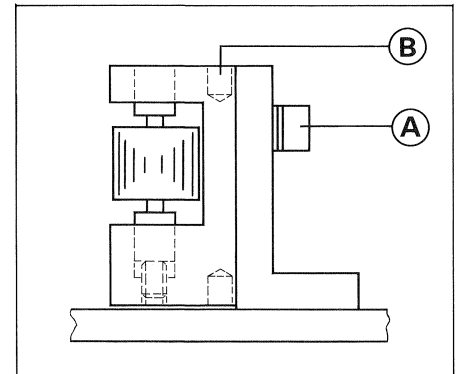
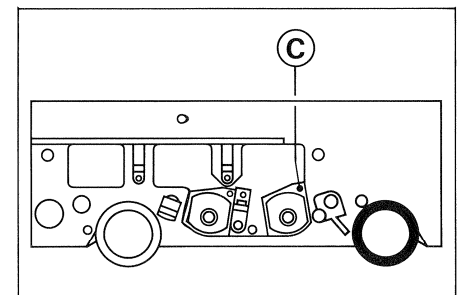

Fig. 5.6
Fig. 5.7
- Kopfträger demontieren und Zwischenberuhigungsrolle (Fig. 5.6) entfernen
- Tonfrequenzmillivoltmeter an Leitungsausgang (16) (CH I) anschliessen
- Festhalteschraube (A) (Fig. 5.6) der Zwischenberuhigungsrolle lösen
- Zwischenberuhigungsrolle taumeln (mit einem feinen Schraubendreher oder Rundstäbchen in Loch (B) Fig.5.6) bis das gleiche Pegelmaximum erreicht wird wie bei der Azimuteinstellung
- Festhalteschraube (A) sorgfältig festziehen.
- Kopfträger demontieren und Zwischenberuhigungsrolle (Fig.5.6) ausbauen
- Tonfrequenzmillivoltmeter an Leitungsausgang CH I (16) oder CH II (36) anschliessen
- Mit dem entsprechenden Regler CH I (2) /CH II (22) (Einschübe REPROD AMP) auf identische Ausgangspegel einstellen (Vorabgleich = 0,5 dB)
- Remove head block assembly and intermediate stabilizer roller (Fig. 5.6)
- Connect audio-frequency millivoltmeter to line output (16) (CH I)
- Loosen setscrew (A) (Fig. 5.6) of intermediate stabilizer roller
- Wobble intermediate stabilizer roller (with small screw driver or round pin in hole (B) (Fig. 5.6) until the same maximum level is reached as with azimuth adjustment setting
- Carefully retighten setscrew (A).
- Remove headblock assembly and intermediate stabilizer roller (Fig.5.6)
- Connect audio-frequency millivoltmeter to line output CH 1 (16) or CH II (36)
- Adjust CH I (2)/CH II (22) (plug-in modules REPROD AMP) for identical output levels (pre-equalization = 0.5 dB) at corresponding control.
- Adjust reproducing head for maximum level by turning azimuth adjustment screw (C) (Fig. 5.7).
Festhalteschraube (A) lösen und die Rolle derart taumeln, dass derselbe Phasenwert wie unter den Punkten A, B, C oder D eingestellt, erreicht wird (Fig. 5.6).
- Wobble intermediate stabilizer roller: loosen set screw (A) and wobble intermediate roller until the value set in steps A, B, C, or D is reached (fig. 5.6). Retighten set screw and check that phase value has not changed